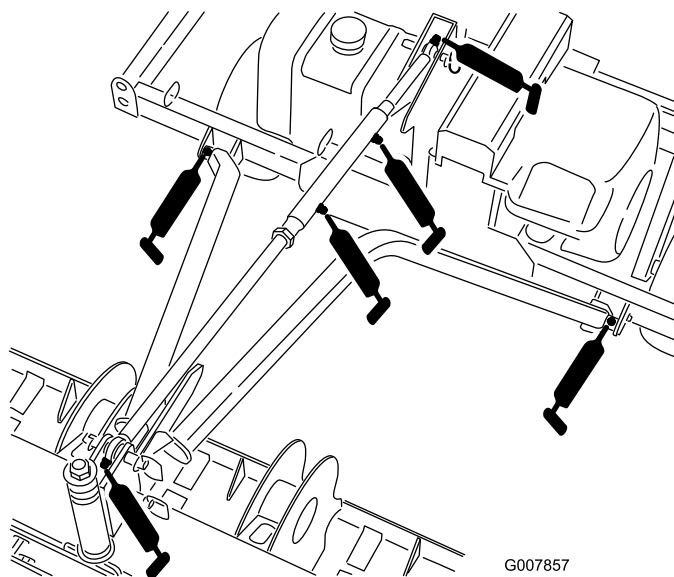

Рисунок 39
- Буксирная рама (2 шт.); см. Рисунок 39.